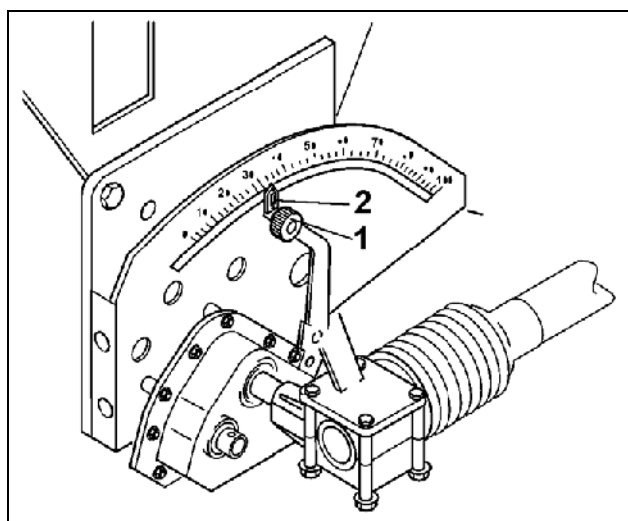

Fig. 82
- Aflojar botón de enclavamiento (Fig. 82/1) de la palanca de posicionamiento del engranaje.
- Empujar el indicador de la palanca de posicionamiento del engranaje (Fig. 82/2) sobre una de las siguientes posiciones del engranaje: